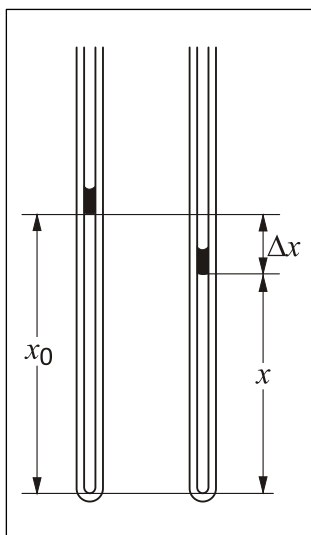

Bild 1: Skizze Gasfeder
Das Thermometer besteht aus einer einseitig geöffneten Glaskapillare, in der mittels eines kleinen Quecksilbertropfens ein Gasvolumen eingeschlossen werden kann (**Bild 1**). Die Länge des eingeschlossenen Gasvolumens kann auf einer an der Kapillare angebrachten Millimeterskala abgelesen werden. In einer Ausbauchung am offenen oberen Ende des Gasthermometers befindet sich Silikagel zur Trocknung der in die Kapillare eintretenden Luft. Durch eine gasdurchlässige Fritte zwischen der Ausbauchung und der Kapillare wird verhindert, dass Quecksilber aus dem Gasthermometer austreten kann. Eine zweite, kleine Ausbauchung direkt vor der Glasfritte dient zum Sammeln des Quecksilbers, falls der Quecksilbertropfen durch Erschütterung in kleine Kügelchen zersprungen ist.
um den Wert Δx abgelenkt (*siehe Bild 1*). Die auf den Quecksilbertropfen auszuübenden Kräfte lassen sich experimentell in einfacher Weise als Druckkräfte realisieren: Herrscht über dem Quecksilbertropfen zusätzlich zum Umgebungsluftdruck p_L eine Druckkomponente Δp , so wird auf den Tropfen die Kraft
- Lesen Sie x_0 (siehe **Bild 1**) ab (x_0 sollte bei ca. $\frac{2}{3}$ der Gesamtlänge der Kapillare liegen).